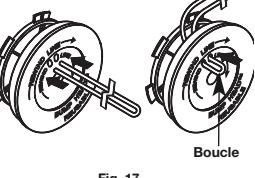

Fig. 17
La coupe décorative consiste à déblayer la végétation autour des arbres, des bornes, des clôtures, etc. Tournez entièrement l'appareil de manière à ce que l'accessoire de coupe soit à un angle de 30° par rapport au sol (Fig. 17).
7. Enroulez les fils en couches uniformes serrées sur le moulinet (Fig. 17). Enroulez le fil dans le sens indiqué sur le moulinet intérieur. Placez votre index entre les deux fils pour les empêcher de se superposer. Ne superposez pas les extrémités du fil. Passez à l'étape 11.